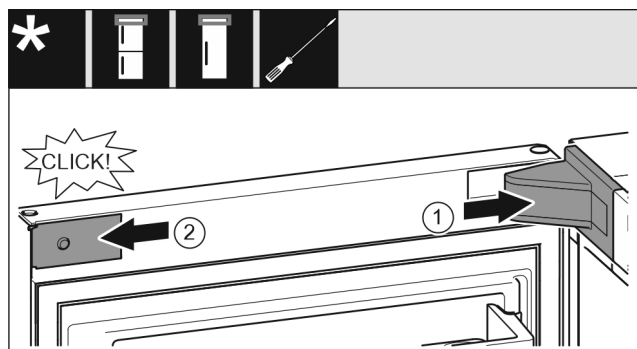

Fig. 24
- Установите и зафиксируйте крышку опорного кронштейна Fig. 24 (1), при необходимости осторожно разожмите ее.
- Установите накладку Fig. 24 (2) сбоку и зафиксируйте.